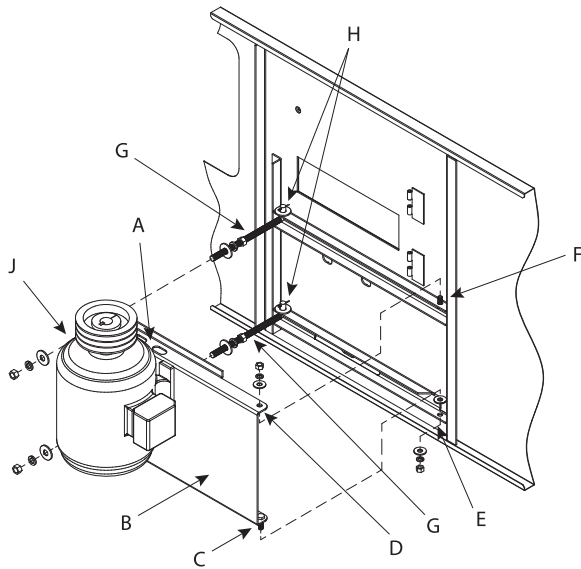
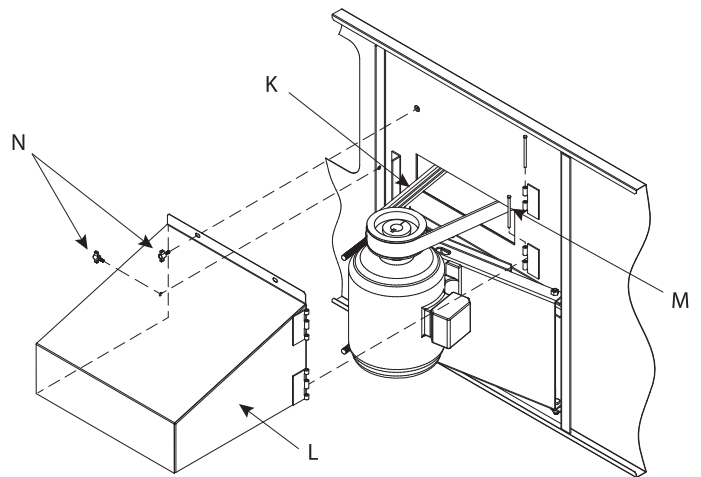

图18a - 外置式电动机的安装
图18b - 电动机保护罩和Power-Band皮带的安装
所有宽度小于10' (3m) 的机组，其电动机均位于机组外部，轴向安装，如下图18a和18b所示。一部分型号由于运输宽度限制，电动机不能安装在机组上，因为它们会延伸到卡车宽度之外。因此，电动机、电动机机座、电动机保护罩、“J”型螺栓、销轴和皮带均放置在机组的冷水盘中运输。请按照下面的分步说明正确安装这些组件。
1. 电动机机座安装之前，应先看清图18a。
2. 将吊具插入电动机机座 (B) 顶部的狭槽 (A) 中。
3. 吊起电动机机座 (B)，并将销轴 (C) 插入孔 (E)，销轴 (D) 插入孔 (F)。
4. 将垫圈和螺母拧在销轴上（切勿过紧）。将锁紧螺母安装在销轴 (C) 上。
5. 将“J”型螺栓 (G) 插入孔 (H)，装上平垫片和开口销。在电动机座装上后，将螺母和垫片装在“J”型螺栓的螺纹段。
6. 将“J”型螺栓 (G) 插入电动机座上的 (J) 孔内，装上平垫片、弹簧垫片和螺母，从电动机机座上拆去吊具。电动机机座应朝向机组顶部（皮带轮上），供安装皮带之用。
7. 将Power-Band皮带 (K) 绕在通风机和电动机的皮带轮上（见图18b）。利用“J”型螺栓上的螺母来调整皮带松紧度。不要调得过紧。用手在皮带中心位置上加适当的压力，其水平方向上的挠度约为19mm。
10. 装上电动机保护罩 (L)，对上铰链，插入铰链销 (M)，见图18b。
11. 合上电动机保护罩 (L)，并装上蝶形螺栓 (N)。